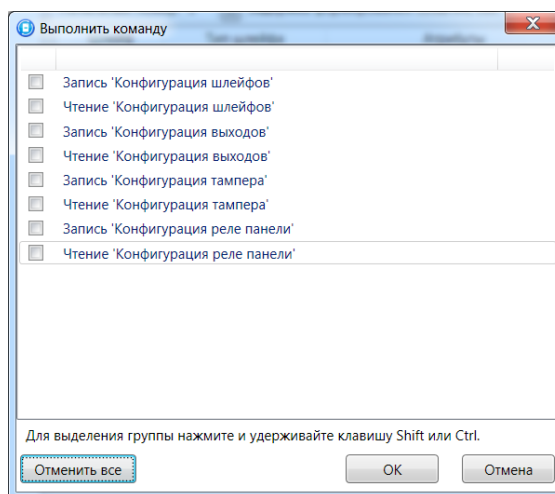

Рисунок 5.13 – Окно Выполнить команду
*Выполнить команду*: открытие окна *Выполнить команду* (см. рисунок 5.13), с помощью которого можно записать или считать отдельные группы параметров (актуально при медленной скорости передачи данных или тарификации по объему передачи данных).